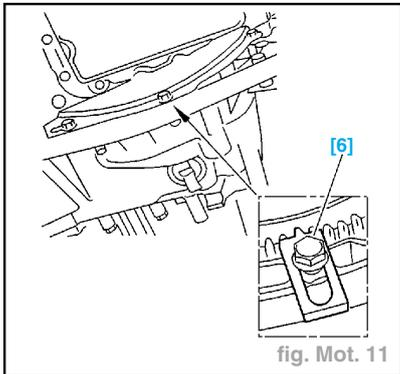

fig. Mot. 11
- Bloquer le volant moteur à l'aide de l'outil [6] (arrêteur réf. **0188F**) (fig. Mot. 11).